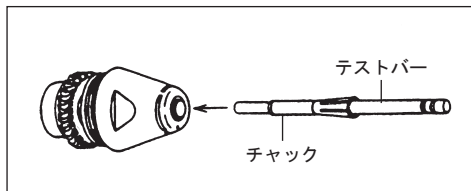

図13
- 1) 新しいチャックまたは掃除後のチャックは表面に薄く油を塗り、テストバーを入れ、ローター軸へ押し込みます。(図13)